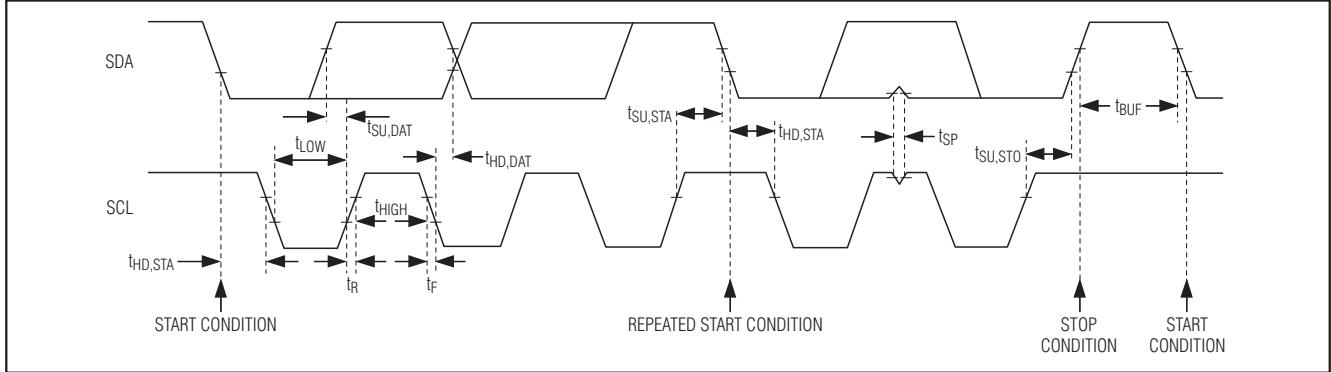

图6. 2线接口时序图
MAX9860采用I2C/SMBusTM兼容的2线串行接口，包括一根串行数据线(SDA)和一根串行时钟线(SCL)。SDA和SCL的时钟速率高达400kHz，方便了MAX9860和主机之间的通信。图6所示为2线接口的时序图。主机在总线上产生SCL并发起数据传输。主机发送相应的从地址、随后跟寄存器地址、紧接着发送数据字，以向MAX9860写入数据。每一个传输序列由START (S)或REPEATED START (Sr)条件和STOP (P)条件构成帧。发送至MAX9860的每个字长为8位，其后是应答时钟脉冲。主机从MAX9860读取数据时，发送相应的从地址，随后紧接着9个SCL脉冲。MAX9860